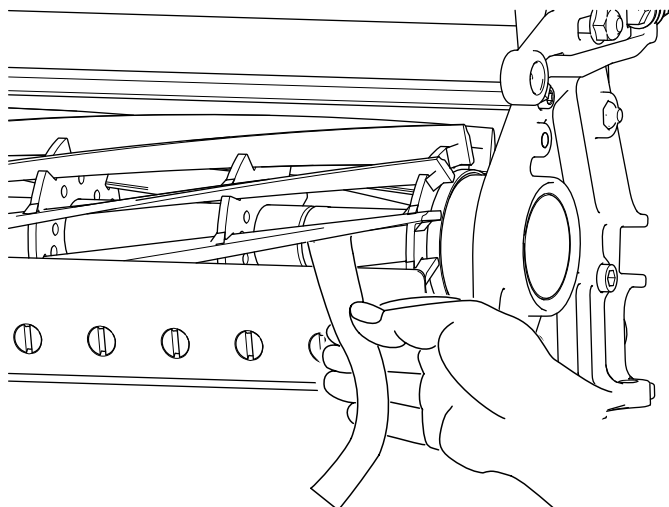

Figura 8
- B. Inserite una lunga striscia di carta di verifica del taglio (n. cat. Toro 125-5610) tra il cilindro e la controlama, perpendicolarmente alla controlama (Figura 8), poi ruotate **lentamente** il cilindro in avanti: dovrebbe tagliare la carta; in caso contrario, ripetete i passaggi **A** e **B** finché ciò non avviene.
11. Inserite una lunga striscia di carta di verifica del taglio (n. cat. Toro 125-5610) tra il cilindro e la controlama, perpendicolarmente alla controlama (**Figura 8**), poi ruotate **lentamente** il cilindro in avanti: dovrebbe tagliare la carta; in caso contrario, ruotate ciascuna vite di regolazione della barra di appoggio in senso orario di uno scatto e ripetete questo passaggio finché la carta non viene tagliata.